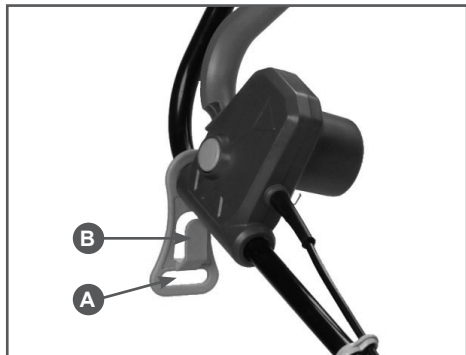

Рис.1 Держатель кабеля
*В целях безопасности, во время работы, кабель необходимо зафиксировать в специальном держателе, расположенном на рукоятке газонокосилки (Рис.1).*
- Для закрепления кабель сложить петель и ввести в отверстие (А) Рис.1. Затем надеть его на крюк (В) и затянуть до отказа.